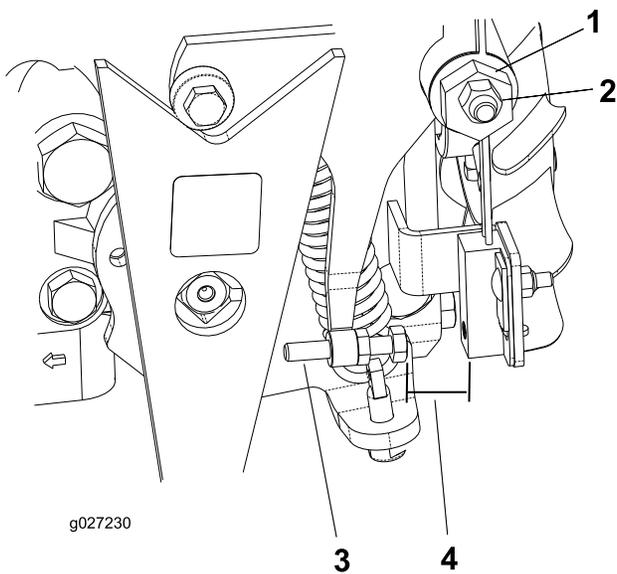

Figura 34
4. Desaperte a porca de bloqueio no excêntrico de tração (Figura 34).
- Ligue o motor e rode o excêntrico sextavado (Figura 34) em ambas as direções para determinar o ponto médio do ponto morto.
- Ajuste o parafuso até a folga de ar ser de 0,8 a 2,3 mm; consulte a Figura 34.